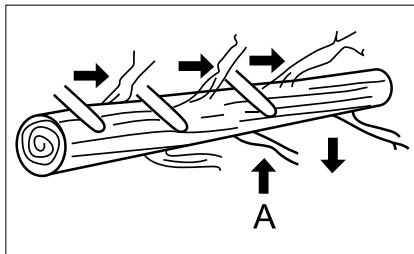

Рис. 18
Обрязване на клони се извършва от сваленото дърво. Не отсичайте клоните, които поддържат дънера и не му позволят да се търкулне (A), докато няма да разпилите дънера (рис. 18).